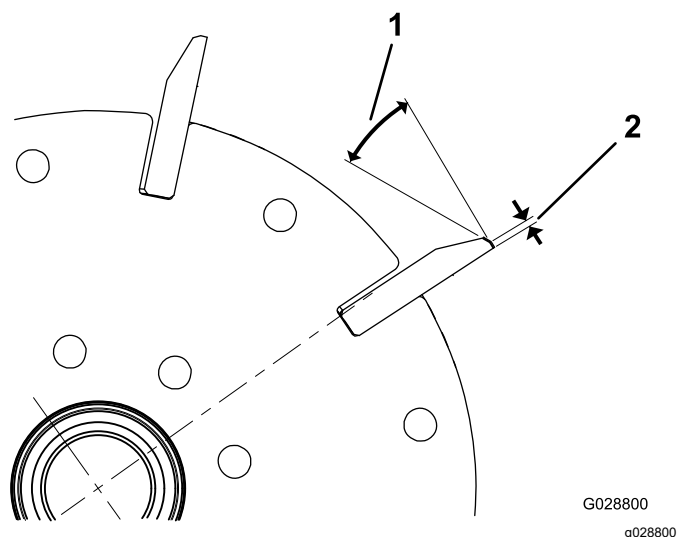
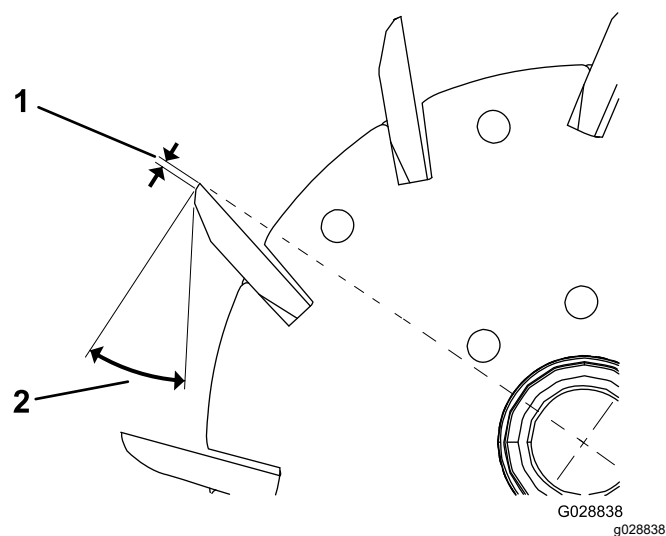

Рисунок 34
Рисунок 35
- Выполните затыловочное шлифование с задним углом 30° всех ножей барабана таким образом, чтобы достичь ширины витка 1,3 мм (Рисунок 34 и Рисунок 35).